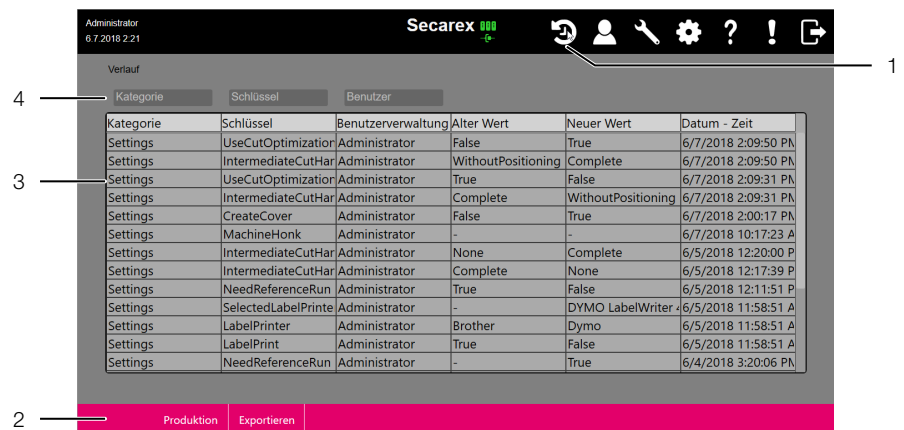

图 18: “历史记录”屏幕页面
■ 请点击 Secarex 软件首栏中的“历史记录”按键（图 18，位置 1）。出现“历史记录”屏幕页面。
■ 点击“导出”按钮（图 18，位置 2）。